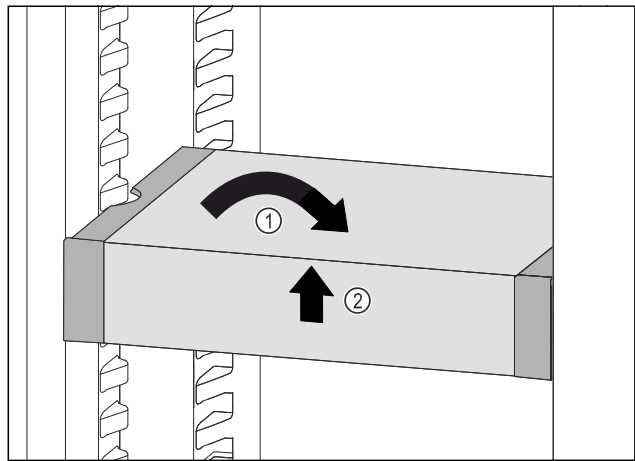

Fig. 87
- ▶ Установите VarioSafe прямо. Fig. 87 (1)
- ▶ Приподнимите VarioSafe спереди. Fig. 87 (2)